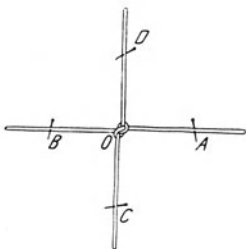

Fig. 27.
**Anleitung.** a) Binde zwei 16 cm lange Stücke derselben Kautschukschnur in der Mitte zusammen, miß vom Knoten  $O$  (Fig. 27) aus auf jedem Schnurteil die gleiche Länge ab, sagen wir 5 cm, und stecke durch das freie Ende jeder Strecke eine Nadel. Befestige an den vier Nadeln kleine Zettelchen mit den Buchstaben  $A, B, C$  und  $D$ .